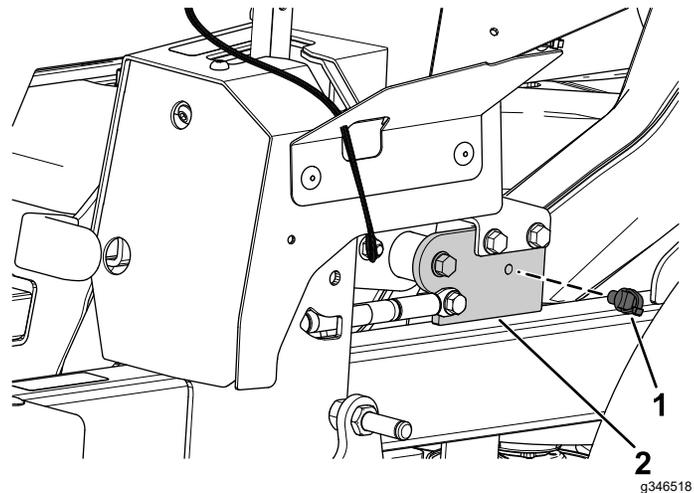

Figura 13
1. Instale la grapa delantera en el soporte de la palanca del freno de estacionamiento (Figura 13).